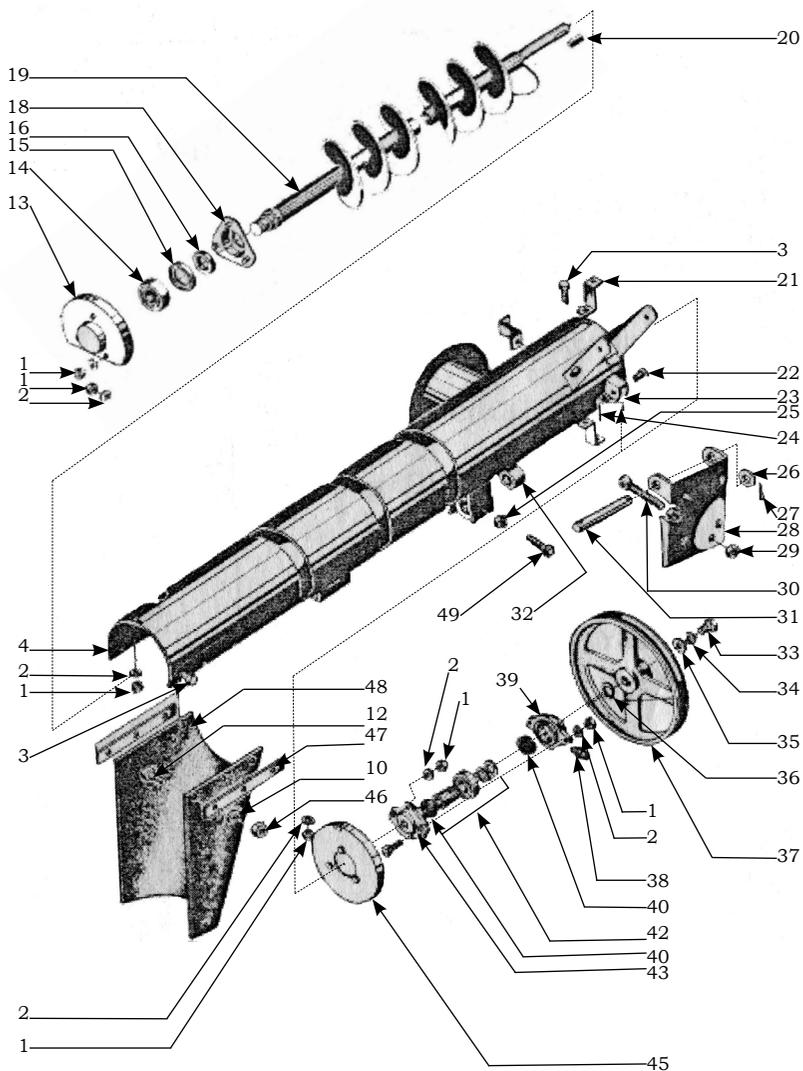

Рис.3.9.
3.7. Выгрузной шнек (рис.3.9) предназначен для выгрузки протравленных семян
Подрисуночный текст к рис.3.9